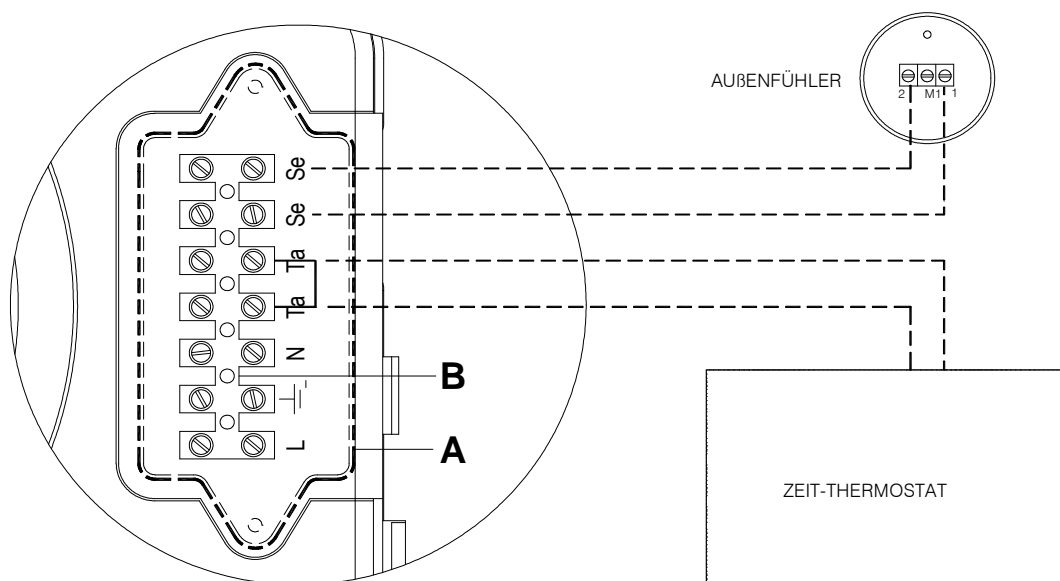

Fig. 1
- Die Schrauben lösen und die Abdeckplatte A entfernen (siehe Abb. 1);